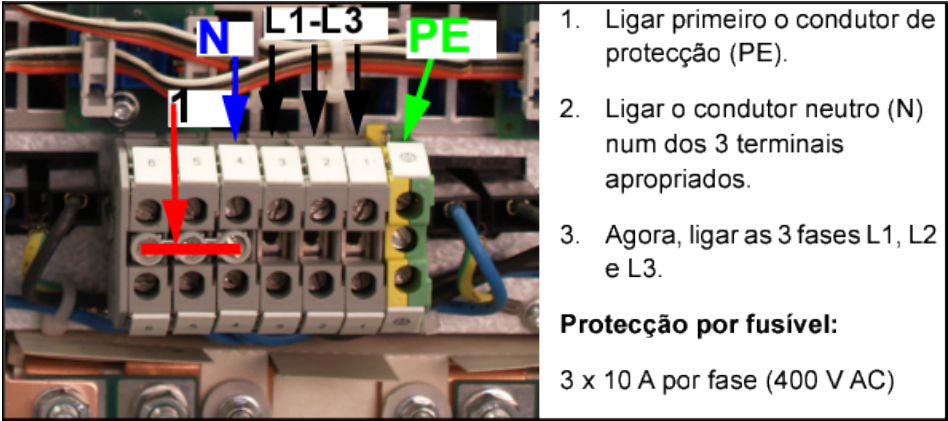

Figura 197: Exemplo de ligação à rede trifásica (PSR930/PSR930E)
Numa rede trifásica, os 3 condutores nulos são ligados com um jumper (1). Ligar o respectivo cabo de rede conforme é mostrado na figura seguinte. A Figura 197: Exemplo de ligação à rede trifásica \(PSR930/PSR930E\) na página 235 mostra a ligação eléctrica à UACD de uma rede trifásica.